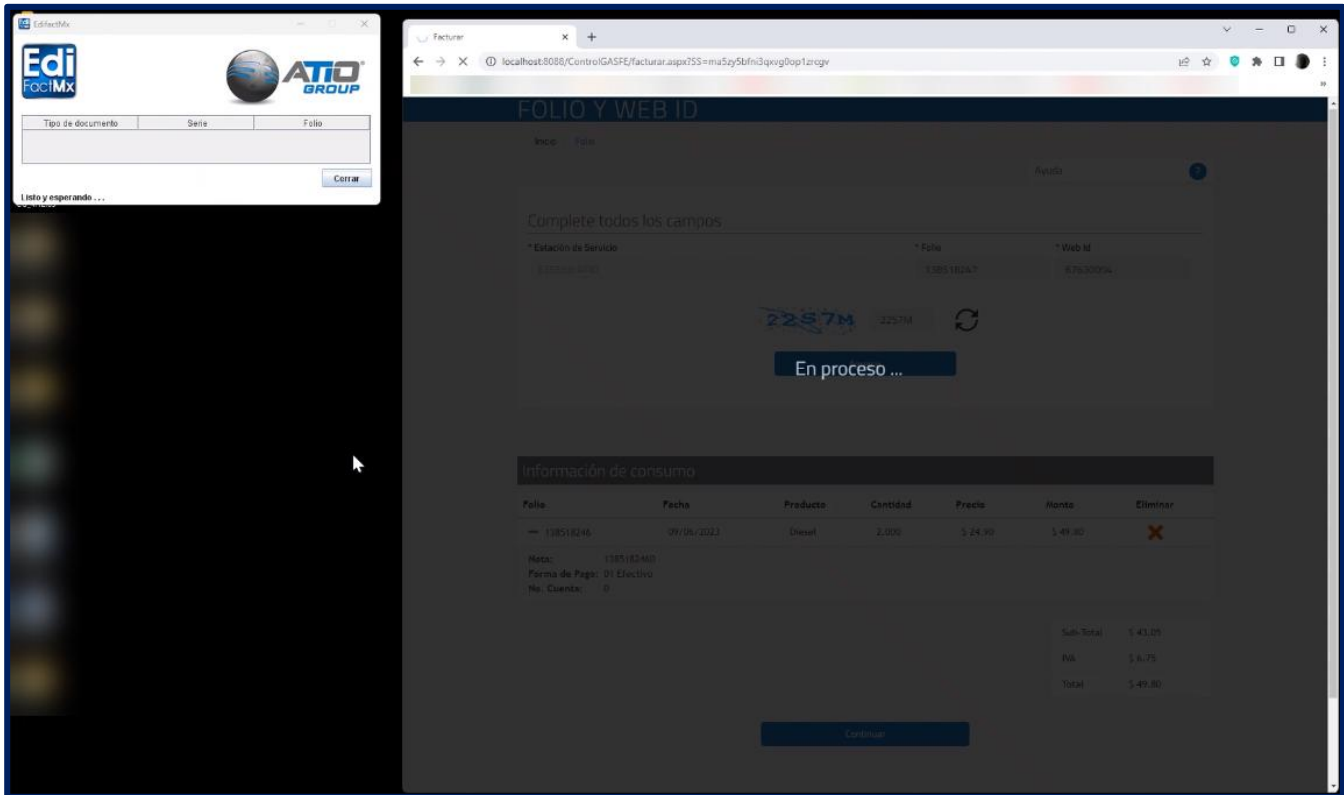

Figura 37 Agregando más datos de ticket
3. En caso de que desee agregar más datos de ticket, de clic en **Agregar** e ingrese **Estación de servicio, Folio y Web id** (figura 37).